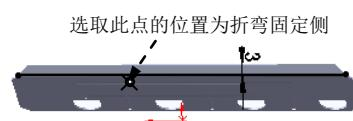

图 13.2.57 绘制的折弯线
② 定义折弯线草图。在草图环境中绘制图 13.2.57 所示的折弯线。
（3）定义折弯固定侧。在图 13.2.57 所示的位置处单击，确定折弯固定侧。